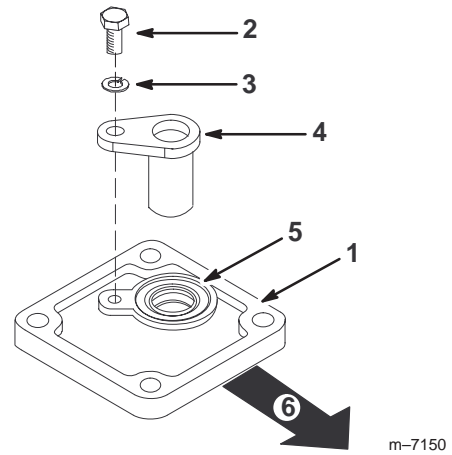

Figura 5
4. Instale el sensor de dientes del engranaje usando el tornillo (M6 x 1,00 x 12) y la arandela de muelle (M6), según muestra la Figura 5.